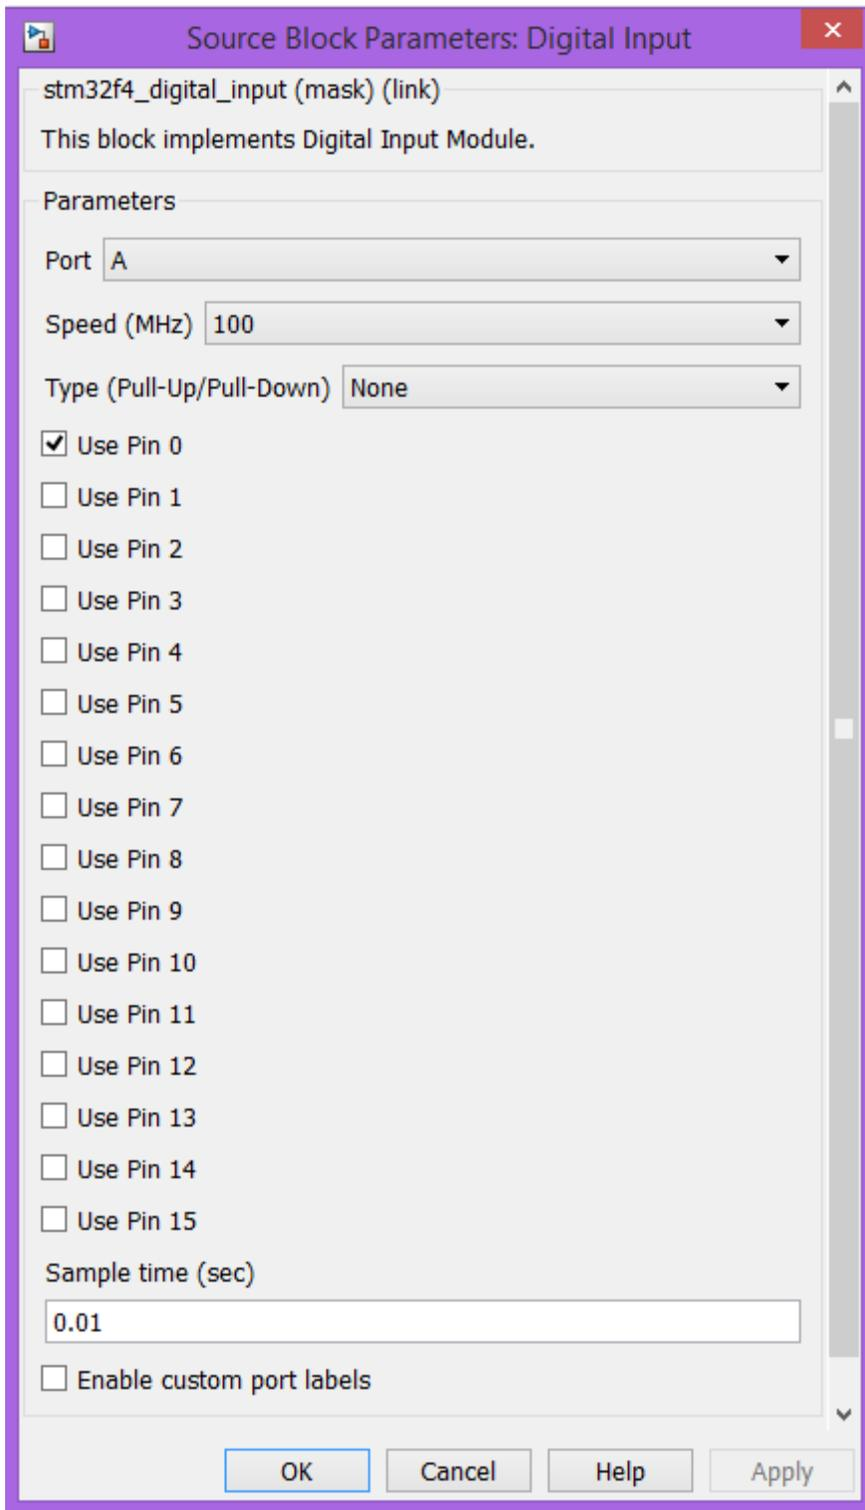

Figure 25 : Configuration du bloc Digital Input
- Configurer l'entrée PA0 (Pin 0 voir Fig. 25) connectée au bouton poussoir bleu (« *User* »)
- Période d'échantillonnage à 0.01s, il n'est pas nécessaire de réduire cette période, car cela surchargera le processeur (figure 25).